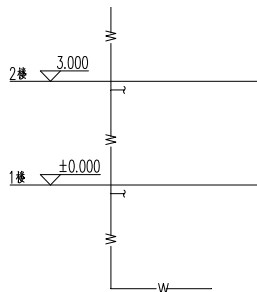

图 3-41 打开检查口素材
**01** 按 Ctrl+O 组合键，打开配套光盘提供的“第 3 章/3.3.3 检查口.dwg”素材文件，结果如图 3-41 所示。